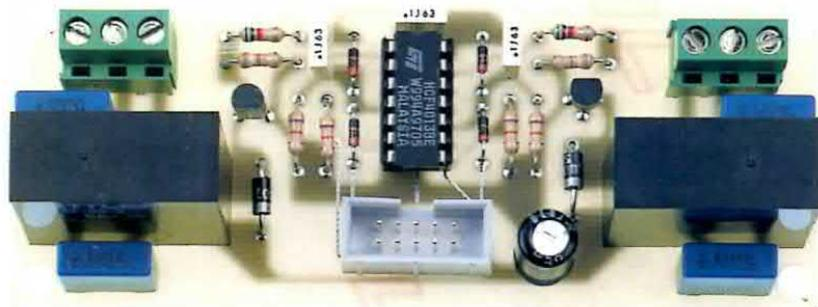

Fig.3 In questa foto è riprodotta la scheda siglata LX.1411 che utilizza 2 relè da 12 Volt.
Fig.3 Come potete notare, sul retro del circuito stampato trova posto il minuscolo modulo DRO, cioè lo stadio oscillatore utilizzato per generare la frequenza dei 10 GHz.
**Fig.1** Se i paletti del vostro recinto sono di legno, potrete fissare su ogni palo due o tre file di filo di ferro zincato senza usare nessun isolatore. Il filo indicato "Uscita Alta Tensione" va collegato al terminale centrale della bobina per auto (vedi fig.3).
Fig.3 Schema pratico del generatore di scariche elettriche. A destra è visibile la morsetteria a 3 poli per il collegamento alla bobina ad alta tensione e alla terra. Precisiamo che la bobina non viene da noi fornita, ma che potrete utilizzare per generare l'alta tensione qualunque bobina da automobile.
Scheda a **2 relè LX.1411** (vedi fig.3) **Euro 14,50**
Fig.3 Foto del circuito del trasmettitore LX.1474 visto dal lato in cui vanno montati i quattro pulsanti utilizzati per eccitare i 2 o 4 relè delle schede LX.1411 e LX.1412.
Fig.3 Nel mobile dello stadio ricevitore visibile qui sopra sono racchiusi due circuiti stampati: lo stadio base siglato LX.1502 ed il piccolo stadio relè siglato LX.1502/B.